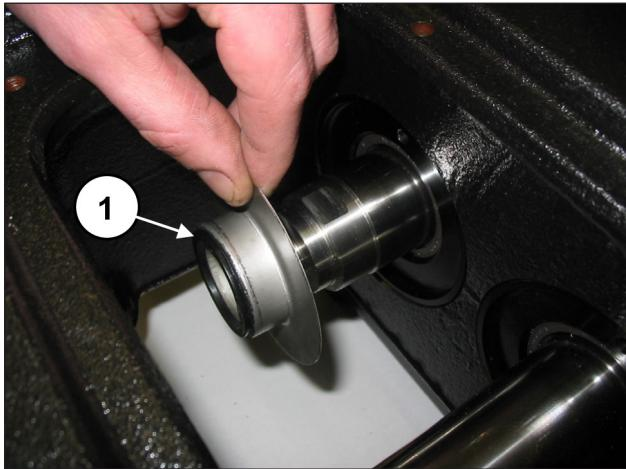

Abb. 97
Montieren Sie den Spritzschutz und den Spritzschutz-Distanzring in die Aufnahme an der Kolbenführung (Pos. ①, Abb. 97 und Abb. 98).